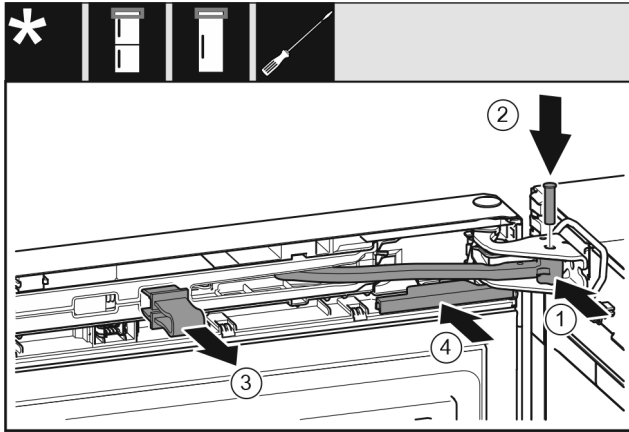

Fig. 21
- ▶ Kĺb otočte v ložiskovej konzole. Fig. 21 (1)
- ▶ Do ložiskovej konzoly a kĺbu vložte čap. Pritom dbajte na to, aby sa zaistovací doraz nachádzal správne v drážke. Fig. 21 (2)
- ▶ Vyberte poistku. Fig. 21 (3)
- ▶ Nasuňte kryt. Fig. 21 (4)